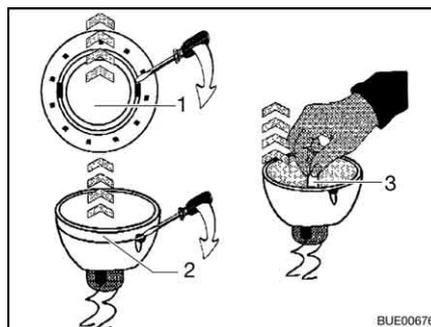

Fig. 269 Cambiar la bombilla halógena
- Soltar el anillo de cubierta interior (Fig. 269,1) de la carcasa con un destornillador.
- Soltar el anillo de cubierta con la lámina de vidrio (Fig. 269,2) de la parte inferior de la lámpara halógena empotrada utilizando un destornillador.
- Extraer la bombilla halógena (Fig. 269,3).